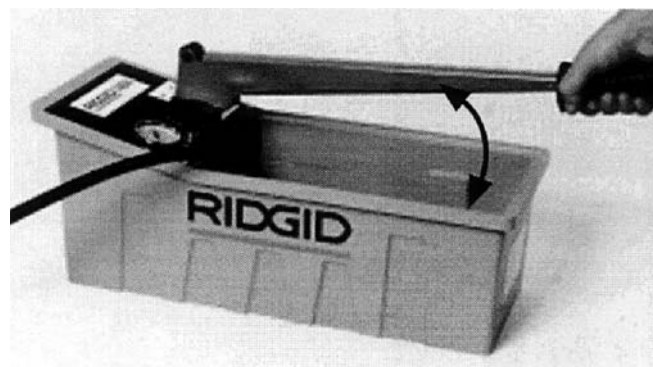

Fig. 3
4. Продолжать нагнетание жидкости до достижения требуемого давления (рис. 3).